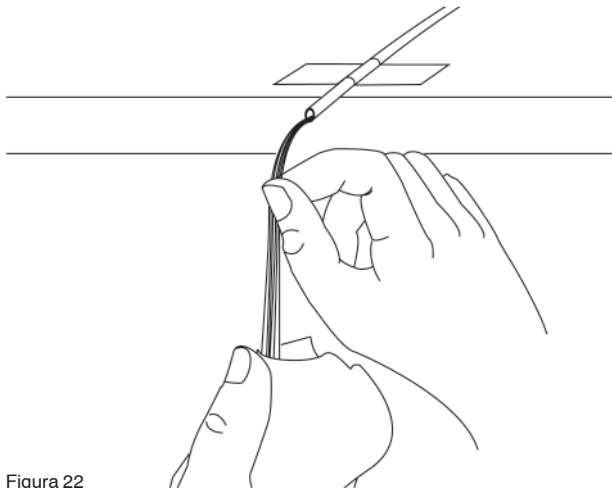

Figura 22
8.4 Se o cordão não contiver gel, corte cuidadosamente os fios estanques e continue no passo 8.6 (Figura 22). Utilize um toalheiro sem fiapos para secar bem cada fibra.